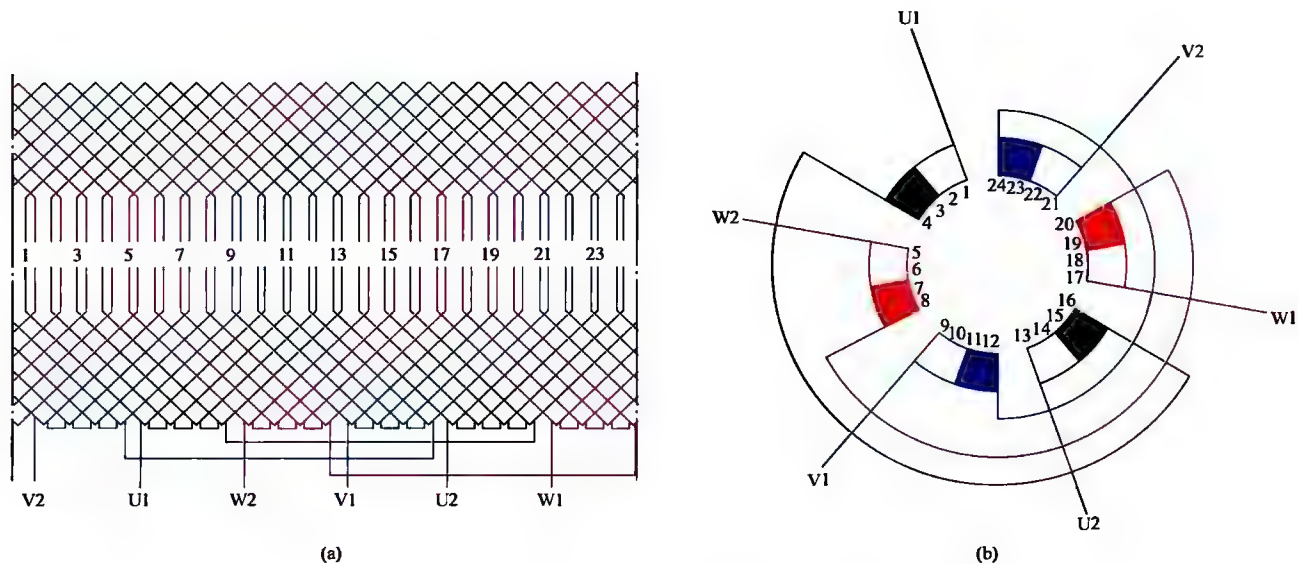

图 1-7 三相 2 极 24 槽双层叠绕组 1 路接法
7. 三相 2 极 24 槽双层叠绕组 1 路接法展开图与接线圆图 (见图 1-7)